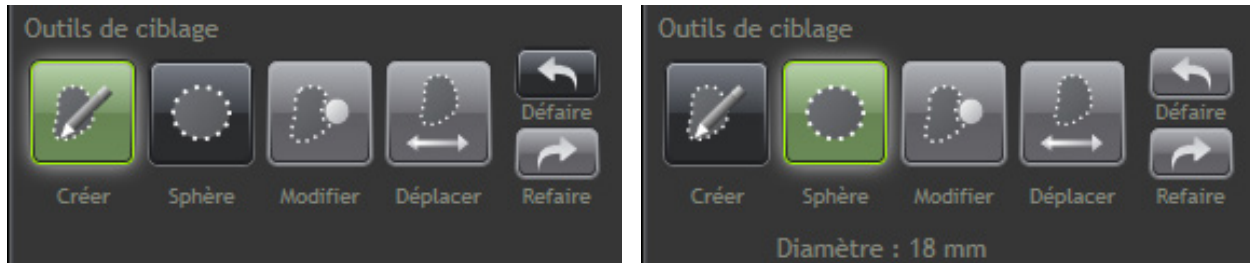

Figure 3-14 : L'outil « Créer » ou l'outil « Sphère » peuvent être sélectionnés dans le volet « Outils de ciblage ».
4. Dans le volet « Outils de ciblage » (Figure 3-14), cliquer sur l'outil **Créer** ou **Sphère** pour définir la cible.
5. Lorsque l'outil **Créer** est sélectionné (Figure 3-14), déplacer le pointeur de la souris sur une coupe/image TDM proche du centre de la lésion ciblée et utiliser la molette de la souris pour agrandir ou réduire la zone segmentée. Une fois satisfait de la cible générée par le logiciel, cliquer avec le bouton gauche de la souris pour accepter sa forme et sa taille.
7. Lorsque l'outil **Sphère** est sélectionné (Figure 3-14), déplacer le pointeur de la souris sur la coupe d'une image TDM proche du centre de la lésion ciblée. Utiliser la molette de la souris pour augmenter ou réduire le diamètre de la sphère. Cliquer avec le bouton gauche de la souris pour accepter la taille de la cible.
15. Utiliser les boutons **Défaire** et **Refaire** (Figure 3-14) pour modifier les étapes utilisées pour créer et définir une cible d'ablation.